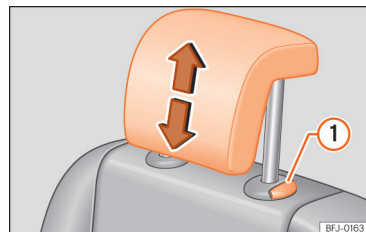

Рис. 98 Знімання заднього підголівника.
- Тиснувши кнопку >>> **рис. 98 ①**, витягніть підголовник зі спинки.